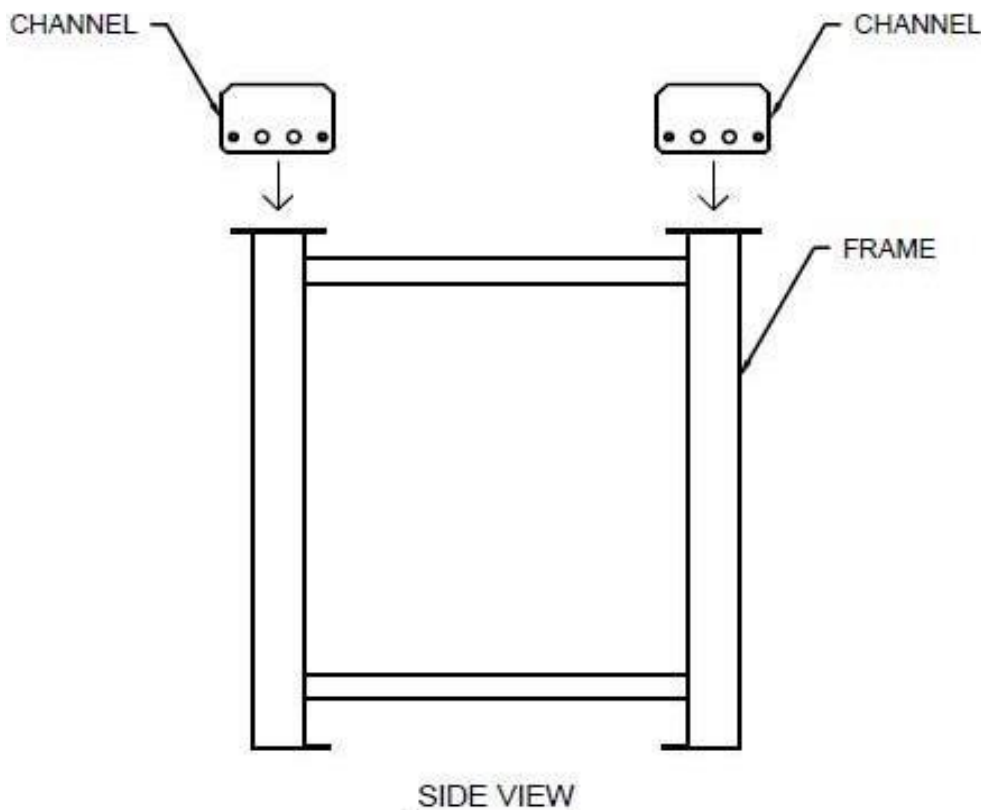

Abbildung 15: Doppelrahmen-Montage
- 5.4 Schrauben Sie den oberen Kanal mit **M12-Schrauben**, Unterlegscheiben und Sechskantmutter an die Schutzgitter. Achten Sie darauf, dass die Verriegelungsplatten der oberen Abdeckung und die Chassisplatte des Steuerungskanals ebenfalls in diesem Schritt befestigt werden. Siehe **Abbildung 15: Doppelrahmen-Montage**.